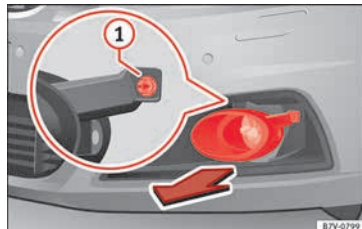

Abb. 110 Im Stoßfänger vorn rechts: Ausbau der Scheinwerfer.
» **Abb. 110**.
2. Befestigungsschraube » **Abb. 110** ① mit dem Schraubendreher aus dem Bordwerkzeugkasten herausdrehen » **Seite 85**.
10. Befestigungsschraube » **Abb. 110** ① mit dem Schraubendreher festdrehen.